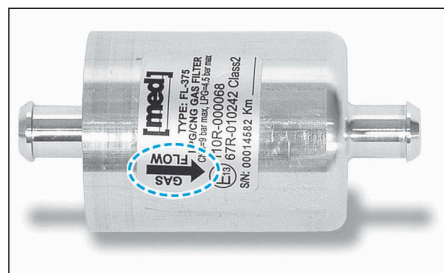

FIG.43
- Respecter le sens de montage du filtre phase gazeuse ; la flèche doit être orientée vers les injecteurs (Fig.43).
- Remplacer les colliers (1).